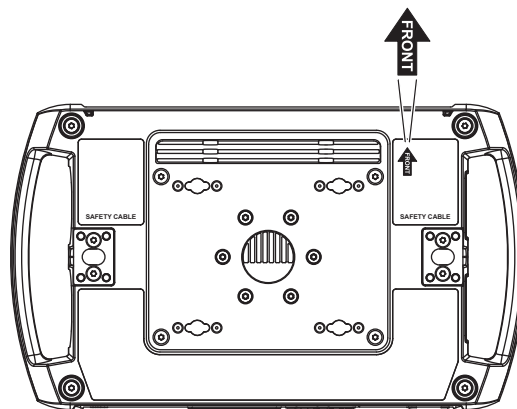

Figure 5: Avant de l'appareil
4. Interdisez l'accès sous la zone de travail. Voir Figure 5. Notez l'orientation de la flèche FRONT sur la base de l'appareil. En travaillant depuis une plateforme stable, accrochez le projecteur sur la structure, la flèche **FRONT** du socle vers la zone à éclairer. Serrez les crochets.